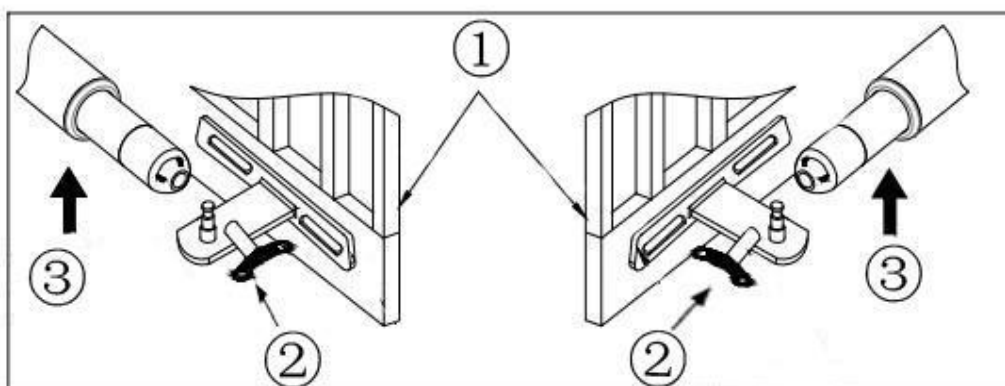

Abb. 3
1. **Bei Stromausfall:** Entriegeln Sie den Motor und das Tor mit dem Handentsperrschlüssel und öffnen oder schließen Sie das Tor manuell (siehe Abb. 3)